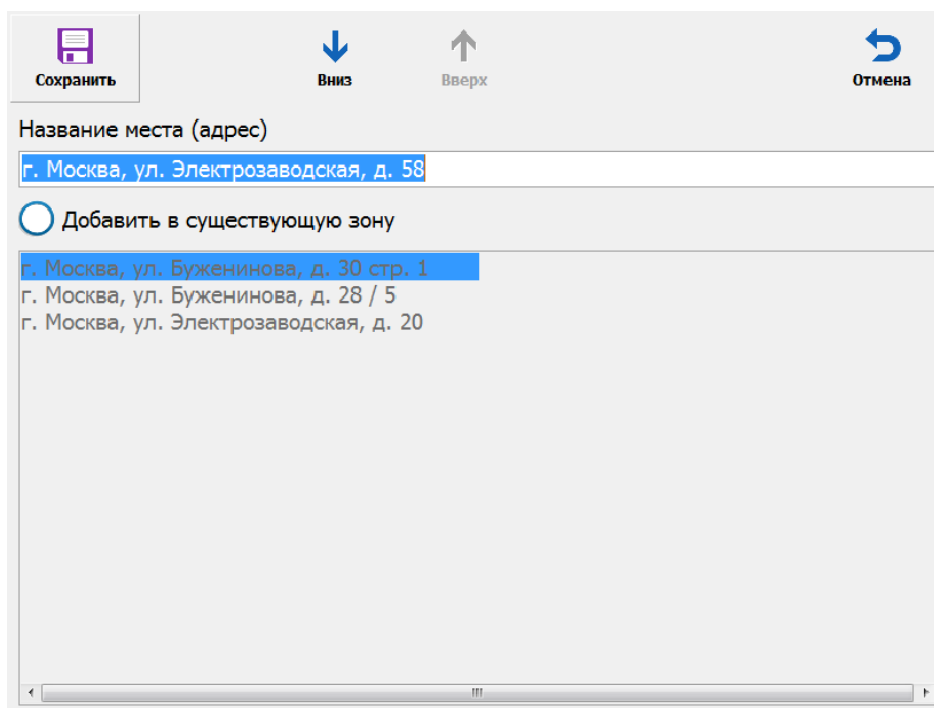

Рисунок 2.13 – Окно «Название места (адрес) зоны контроля»
5) Выполнить проезд вдоль зоны контроля полосы маршрутного транспорта. При выезде из зоны нажать область кнопки «Запись зоны» повторно. Запись координат зоны будет прекращена, будет открыто окно, в котором необходимо указать название места (адрес) (см. рисунок 2.13), а также окно параметров зоны контроля, в котором необходимо нажать на кнопку «Тип зоны контроля» и выбрать режим «Полоса МТ» (см. рисунок 2.14).